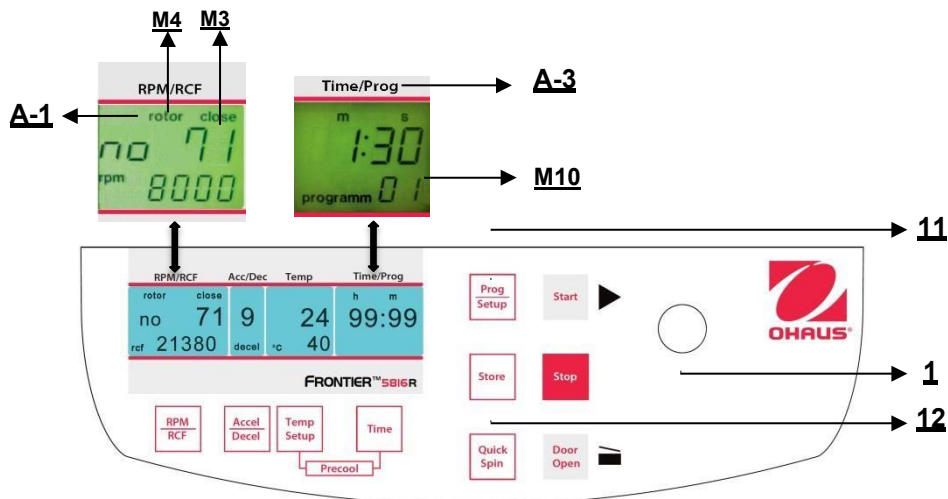

Abbildung. 25
Um den Programmmodus zu verlassen, drücken Sie lediglich die Taste **"Prog/Setup"** (11) (siehe Abbildung 25). Dann erscheint innerhalb der Anzeige **"Time/Prog"** das Wort **"programm"**.